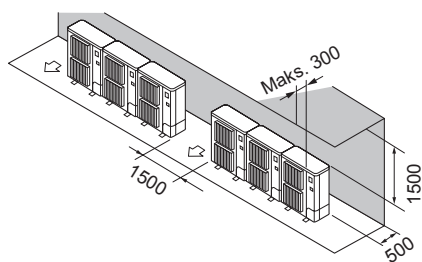

Fig. 2-13
- ② Šķēršļi tikai iekārtas aizmugurē un virs tās (Fig. 2-13)